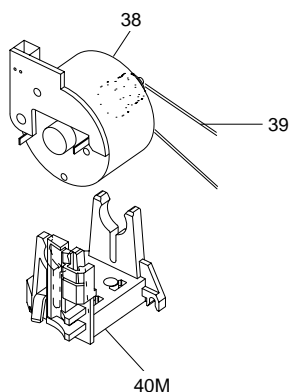

Fig. 15
- Enlever la courroie d'entraînement (Pos. 39) et retirer le câble du moteur (Fig. 15).
- Retirer le moteur (Pos. 38) de son support (Pos. 40M, Fig. 15).
- Remove the drive belt (Pos. 39, Fig. 15) and unplug the connector from the threading motor.
- Pull off the threading motor (Pos. 38) from the motor support (Pos. 40M, Fig. 15).